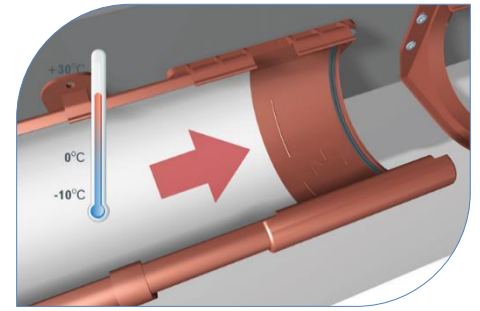

Рис. 6
- 1.10 Для забезпечення можливості термічного розширення встановити кінець ринви в з'єднувачах і кутах згідно допоміжних ліній (рис. 6)